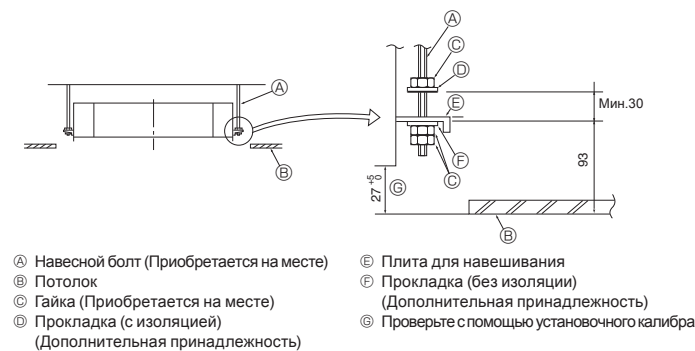

Fig. 4-5
4.5. Порядок подвешивания прибора (Fig. 4-5)